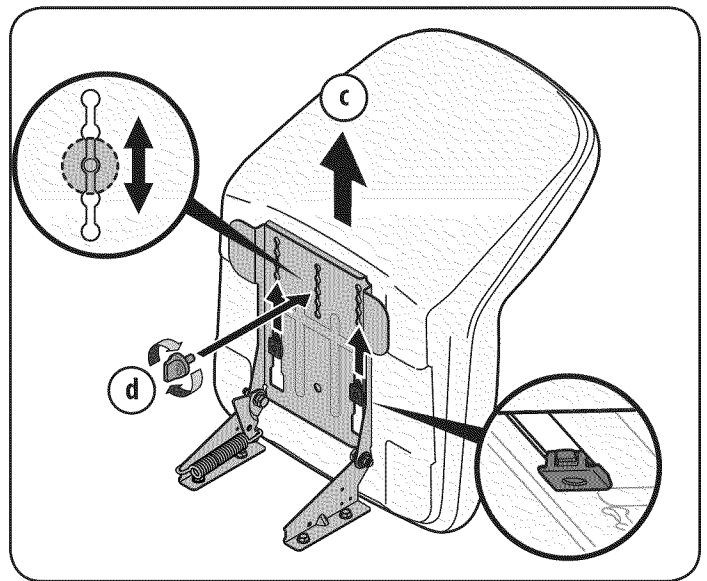

Figure 28
5. Para ajustar la posición del asiento, retire la perilla de ajuste en la parte inferior del asiento. Deslice el asiento hacia adelante o hacia atrás según se desee. Vuelva a instalar el tornillo de ajuste. Vea la Figure 28.